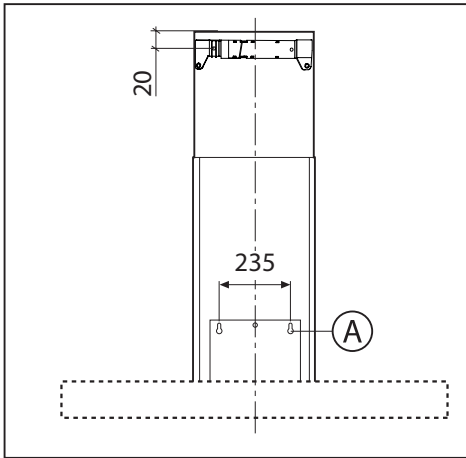
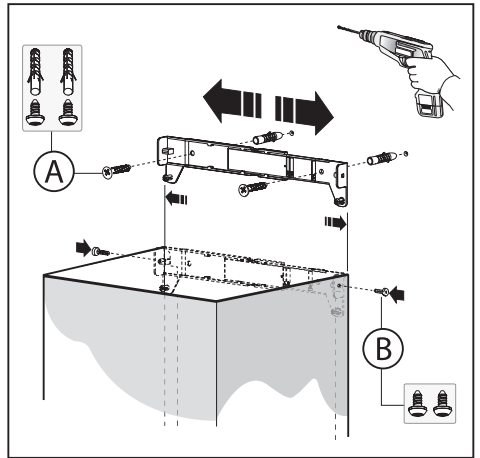

Fig.2
Fig.3
- Eseguire i fori **A** rispettando le quote indicate (Fig.2).
- Regolare la larghezza della staffa di supporto del camino decorativo superiore (Fig.3).
- Successivamente fissarla al muro in modo che sia in asse con la vostra cappa tramite le viti **A** (Fig.3) e rispettando la distanza dal soffitto indicata in Fig.2.
- Fissare il camino decorativo inferiore alla cappa utilizzando le viti **B** in dotazione (Fig.5), sfilare il camino decorativo superiore fino alla staffa e fissarlo tramite le viti **B** (Fig.3).